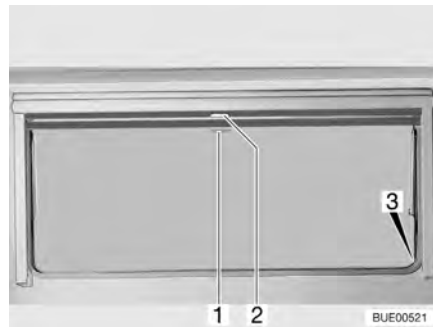

Fig. 60 Ventana abatible
- Tirar del asidero (Fig. 60,2) de la persiana oscurecedora enrollable hacia abajo. Cuando la persiana oscurecedora enrollable se cierre por completo, encajarla en el bloqueo (Fig. 60,3) a ambos lados del marco de la ventana.
- Cuando la persiana oscurecedora enrollable está completamente cerrada: Presionar el tirador (Fig. 60,2) hacia abajo y tirarlo ligeramente hacia dentro. Desenganchar la persiana oscurecedora enrollable de los bloques a izquierda y derecha del marco de la ventana.
- Cuando la persiana oscurecedora enrollable se encuentre en una posición intermedia: Tirar ligeramente del asidero (Fig. 60,2) hacia abajo, hasta que se hay soltado el bloqueo.
*Cerrar:* ■ Tirar hacia abajo de la mosquitera enrollable (Fig. 60,1) y engancharla en el bloqueo (Fig. 60,3) a ambos lados del marco de la ventana.
*Abrir:* ■ Presionar el tirador (Fig. 60,1) hacia abajo y tirarlo ligeramente hacia dentro. Desenganchar la mosquitera enrollable de los bloqueos a izquierda y derecha del marco de la ventana.